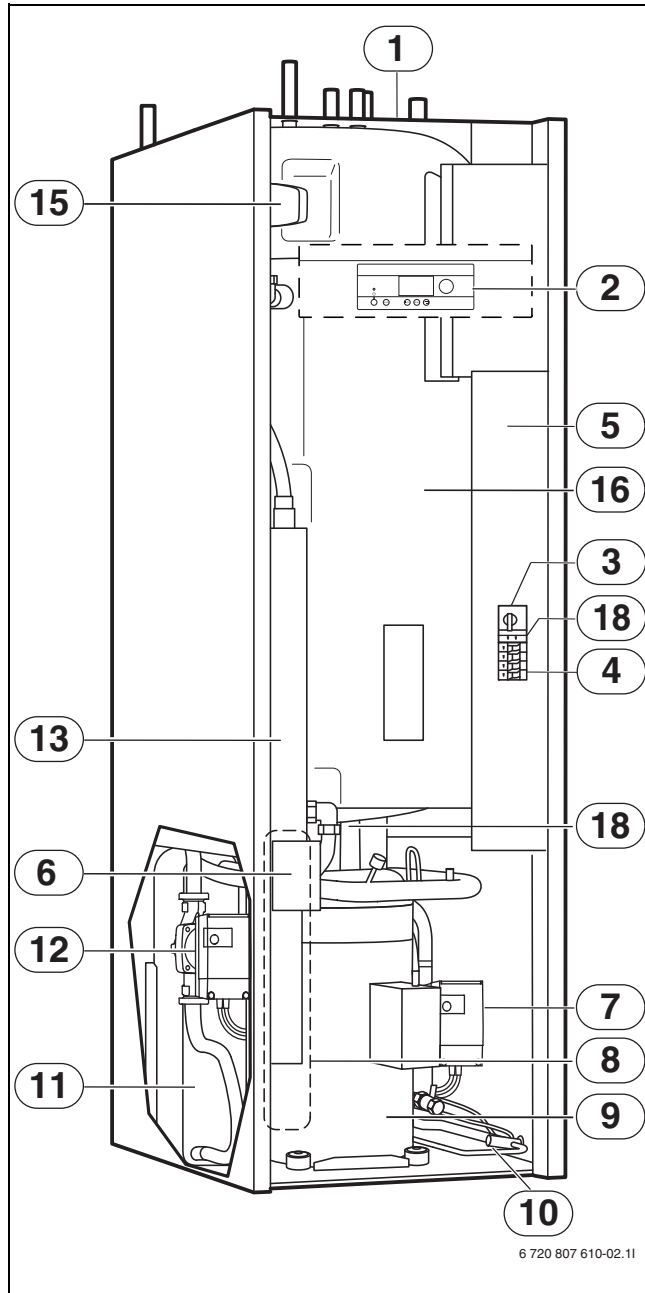
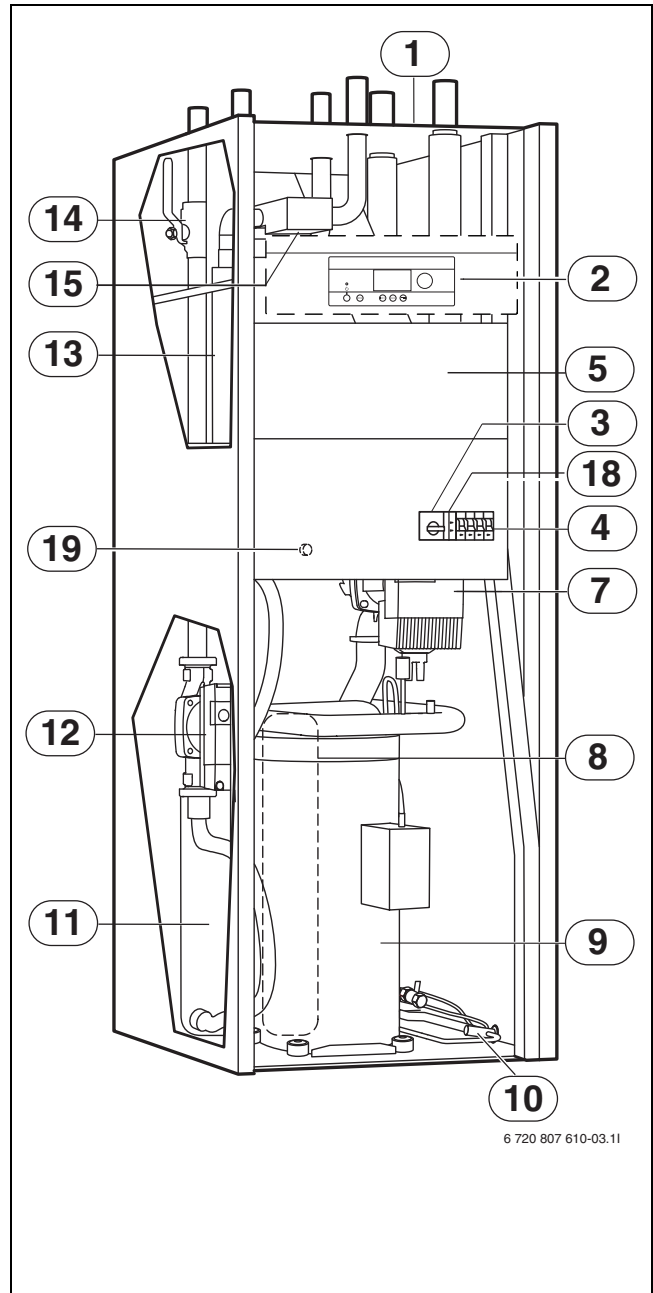

Bild 6 Aufbau Wärmepumpe Logatherm WPS 6/8/10 K-1
Bild 7 Aufbau Wärmepumpe Logatherm WPS 6/8/10/13/17-1
- Die Solekreispumpe (→ Bild 6 und Bild 7, Pos. 7, Seite 12) pumpt die Sole in den Verdampfer der Wärmepumpe (Pos. 8). Hier gibt die Sole Wärme an den Kältemittelkreis ab und fließt zurück zur Wärmequelle.